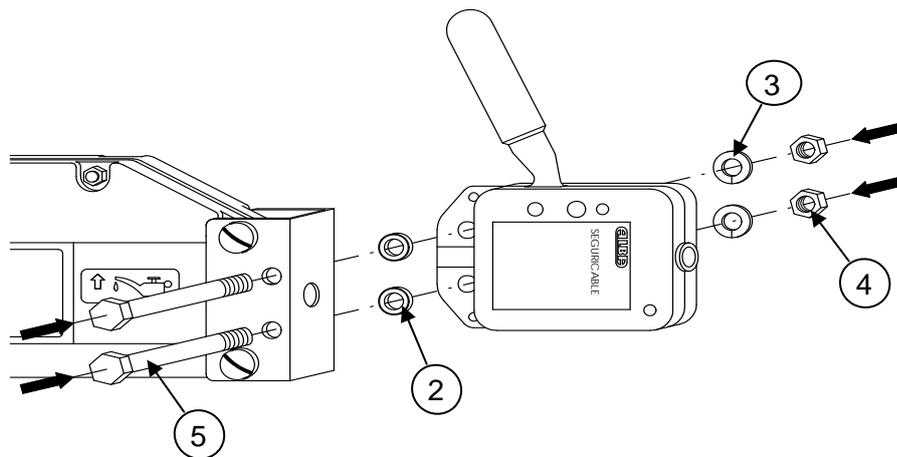

Fig. 2-44 Instalación del Seguricable
Introducir por un lado los dos Tornillos (5) (según Fig. 2-44). Introducir por el otro lado los dos Contretes (2), después el Seguricable y por último las Arandelas (3) y las Tuercas (4). (Ver Fig. 2-44).